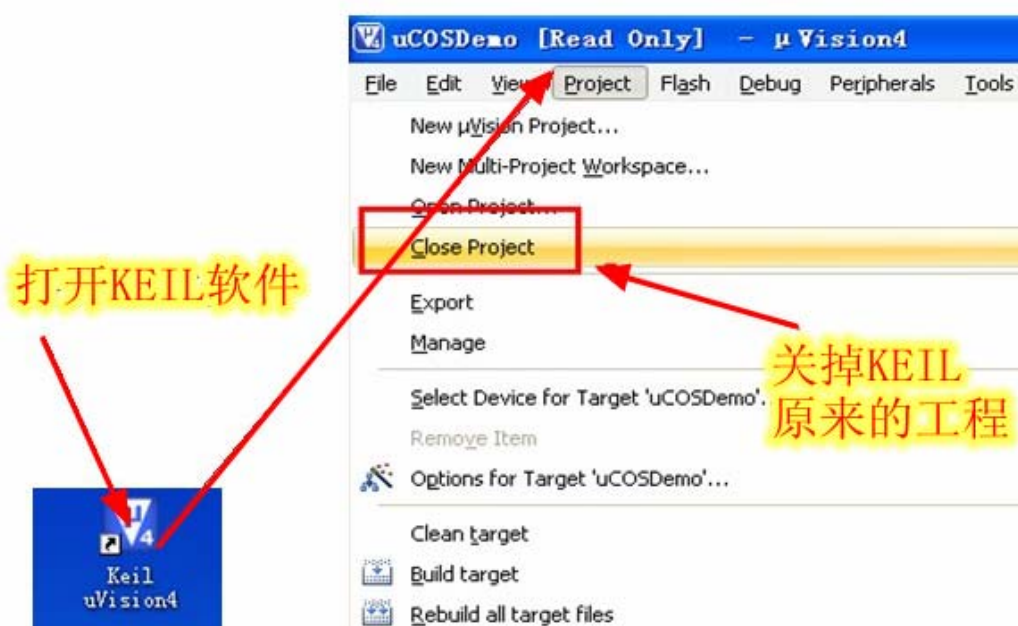

图 4-65 打开 KEIL 软件并且关掉自带的工程
1. 点击桌面UVision4图标，启动软件，如下图4-65。如果是第一次使用的话会打开一个自带的工程文件，我们可以通过工具栏Project->Close Project选项把它关掉。